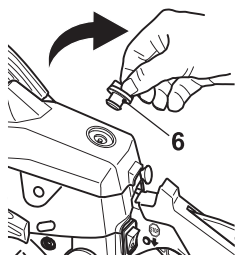

Fig. 53
1. Dévissez la vis de fixation (6) et ôtez le couvercle du filtre à air (7) (Fig.53,54).